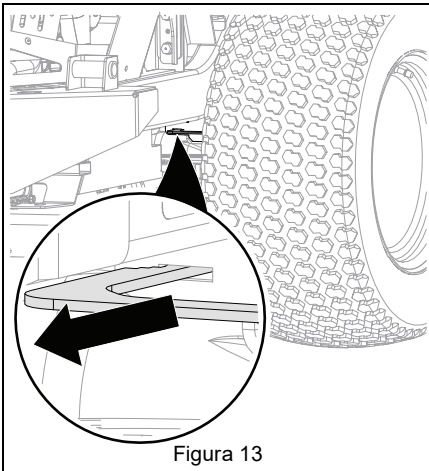

Figura 13
2. Ponga ambas palancas de derivación de los transejes en posición de derivación. Consulte Figura 13.